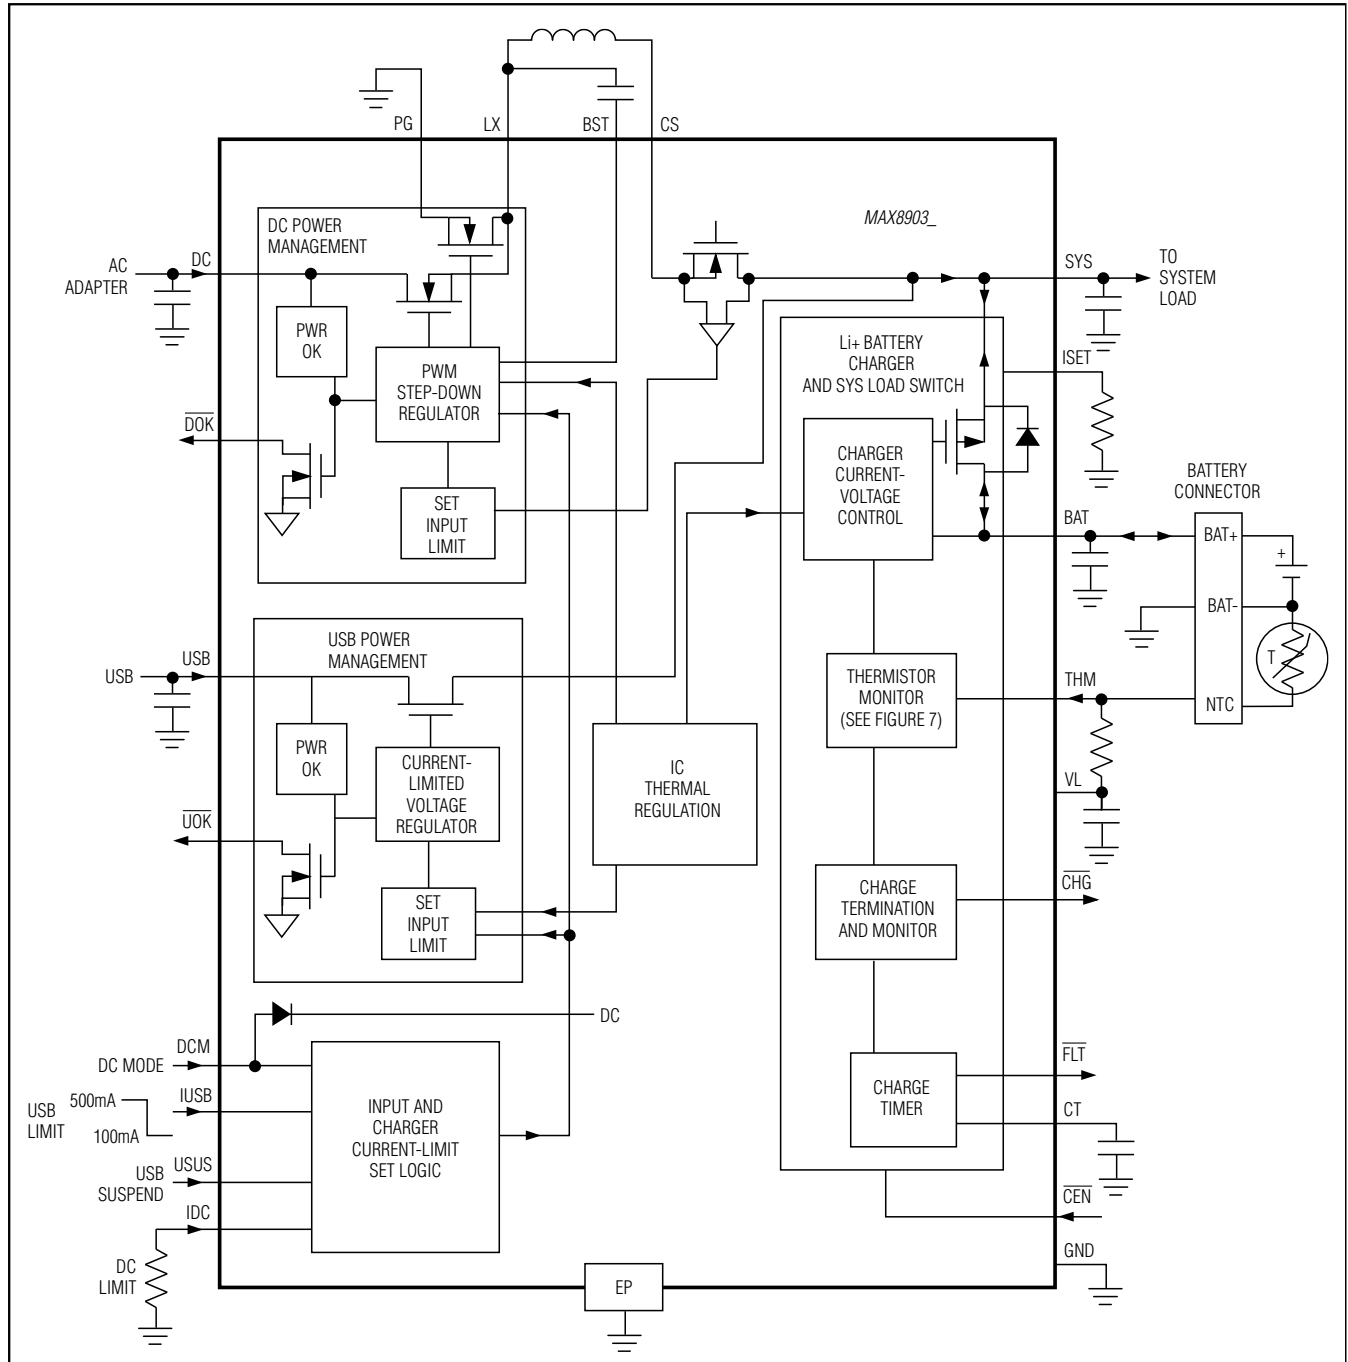

图1. 功能框图
如图1所示，该IC包括完备的充电器功能，具有热敏电阻监测器、故障定时器、充电状态指示和故障指示输出。还包括USB和DC电源就绪指示，可灵活调节充电电流、输入电流门限和最小系统电压(按比例降低充电电流，以保持系统电压正常)。
DCM引脚具有一个内部连接至DC的二极管，如图1所示。为防止电流从DCM经内部二极管流至DC输入，DCM的驱动电压不能大于DC。图3所示电路中，通过一个简单的MOSFET和DCM端的外部电阻即可防止电流从DCM经内部二极管流至DC。图3中的电路允许微处理器在任何时候将MOSFET的栅极驱动至任何状态。
*** DCM (阳极)与DC (阴极)之间接有一个内部二极管，如图1所示。如需通过 μP 设置DCM电平，需采用一个MOSFET进行隔离，如图3所示。X = 无关。